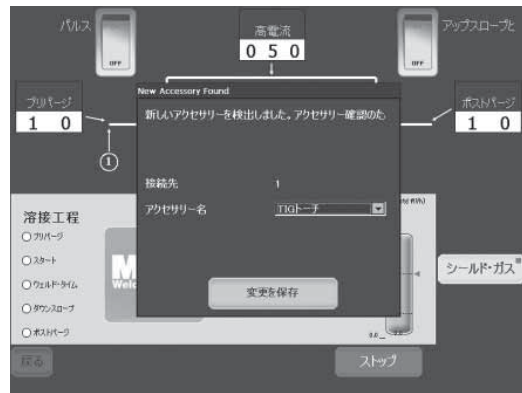

図 1—アクセサリ・ウィンドウ
7. M200 パワー・サプライの画面上に、アクセサリ・ウィンドウが表示されます。ドロップダウン・メニューから「TIG 溶接用トーチ」を選択します（図 1）。